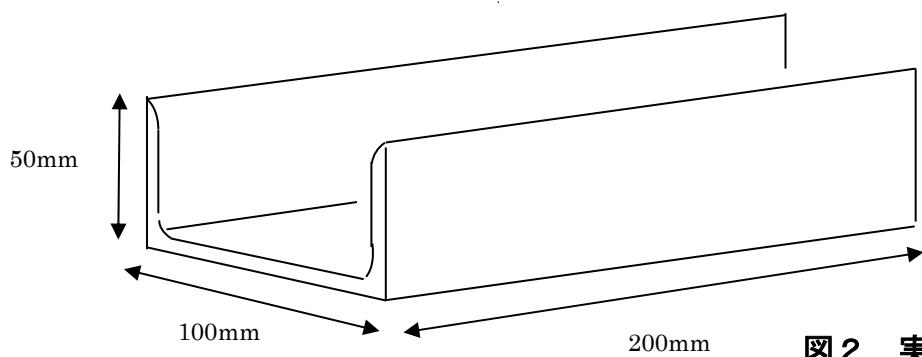

図 2 実技材台の形状
- (1) 実技時間は、練習、電流調整、タック溶接（仮付）、本溶接、実技材の清掃及び指導者の確認に要する時間を含めて40分とし、40分経過後は、未完成であっても実技材を提出すること（実技会場の掃除時間及び工具類の収納は、実技時間に含めない）。
- (2) 溶接作業には、1ページに記載の「実技用機材」に示す工具及び測定用具を使用する。ただし、認許機材以外でも工具点検で認められたものは使用してもよい。
- (3) タック溶接（仮付）は、実技用材料の両端から各々15mm以内の裏面に行うこと。
- (4) ルート間隔は任意とする（テーパ間隔も行ってよい）。
- ※(5) タック溶接（仮付）終了後、指導者に申し出て「確認を受ける」こと。
- (6) 溶接による変形は、逆ひずみ法によって防ぐものとする。
- (7) エンドタブは使用禁止とする。又、捨て金を使用して連続溶接を行ってはならない。
- (8) 実技材台は、主催者が準備したものを使用すること（P3の図2を参照）。
- (9) 練習材は、作業台に準備されている実技材台を使用し、練習を行ってもよい。
- (10) 溶接は、タック溶接（仮付）部を除いて片面溶接とし、裏面から溶接をしてはならない。
- (11) 溶接方向は、左進、右進又はそれらの混用のいずれでもよい。ただし、1パス中の混用は認めない。
- (12) 溶接層数及びパス数は自由とする。
- (13) 溶接中及び溶接後において、変形の矯正は禁止する。
- (14) たがねは、スラグやスパッタを取るために使用するのはよいが、溶接金属をはつり取る目的で使用してはならない。